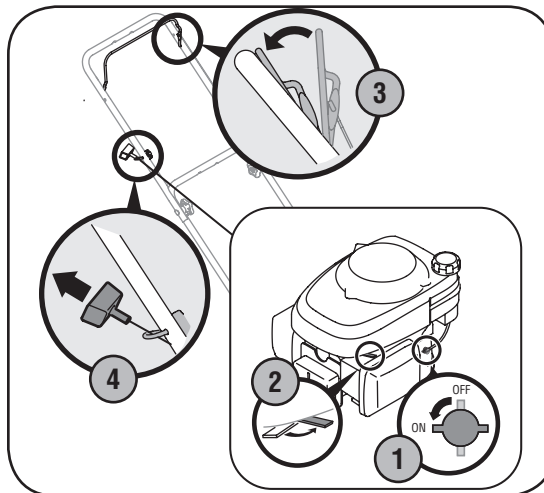

Figura 4-3
1. Coloque la palanca de la válvula de combustible en el lado izquierdo del motor en la posición de ON (ABIERTA). Figura 4-3.
3. Desde atrás de la podadora, apriete el control de la cuchilla contra la manija superior, Figura 4-3. El obturador ahora comenzará a regresar lentamente a la posición de obturador OFF después de activar el control de la cuchilla. Por lo tanto, rápidamente avance al paso cuatro siguiente.
4. Asiendo estas dos manijas juntas y firmemente, sostenga el arrancador de retroceso y tire de la cuerda con un golpe rápido, continuo y con todo el brazo, Figura 4-3. Si se sostiene con firmeza la manija del arrancador, la cuerda se rebobina lentamente. Repita hasta que el motor esté en marcha. Deje que la cuerda se vuelva a enrollar lentamente.